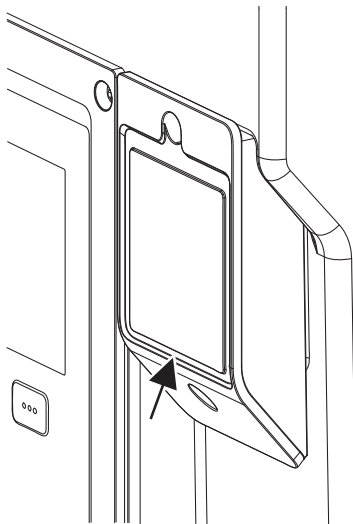

Fig. 27: Abdeckung für Wilo-Smart Connect Modul BT
1. Schraube der Wilo-Smart Connect Modulabdeckung (Fig. 27) lösen und Abdeckung öffnen.
Aufgrund der Konstruktion kann das Wilo-Smart Connect Modul BT nur in einer Ausrichtung aufgesteckt werden. Eine weitere Fixierung des Moduls selbst erfolgt nicht. Die Wilo-Smart Connect Modulabdeckung (Fig. 27) auf dem Elektronikmodul-Oberteil hält das Modul fest in der Schnittstelle.